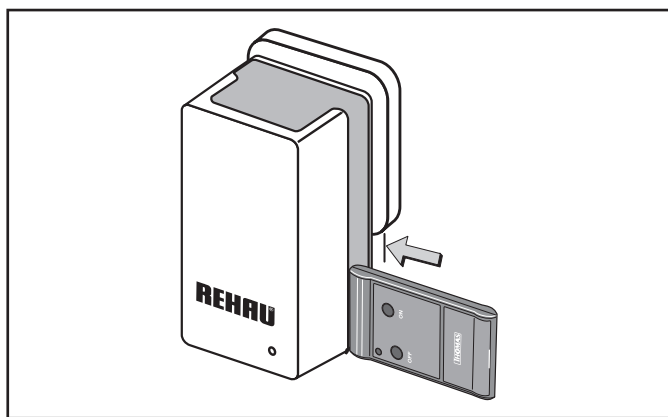

Рис. 6-28: Настройка пульта на ретранслятор
2. Прислоните пульт к корпусу ретранслятора (см. рис. 6-28).